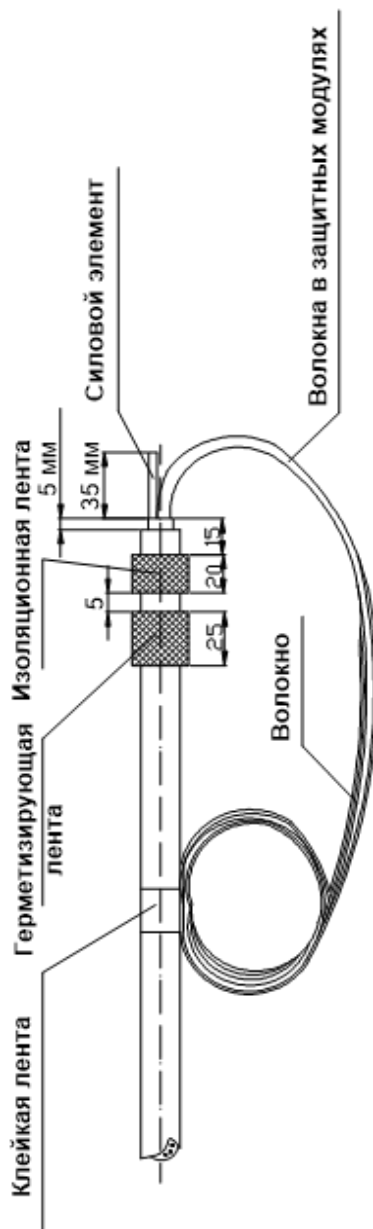

Рисунок 4 - Удаление модуля и очистка оптических волокон
- 5. Оставьте около 35 мм длины центрального силового элемента от точки, где заканчиваются оболочки кабеля. Смотрите рисунок 4.